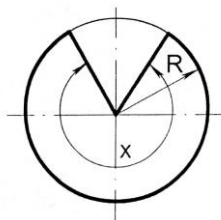

Рис. 5.12
5.18. З кружечка фільтрувального паперу радіуса  $R$  (рис.5.12) треба вирізати сектор з кутом  $x$  і згорнути його в конусоподібний фільтр. Сектор якого кутового розміру  $x$  треба вирізати, щоб із нього отримати фільтр найбільшої місткості?